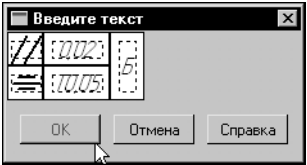

Рис. 38.12. Заполненные ячейки таблицы
5.4. Аналогичным образом заполните оставшиеся две ячейки (рис. 38.12). Нажмите кнопку **ОК**.